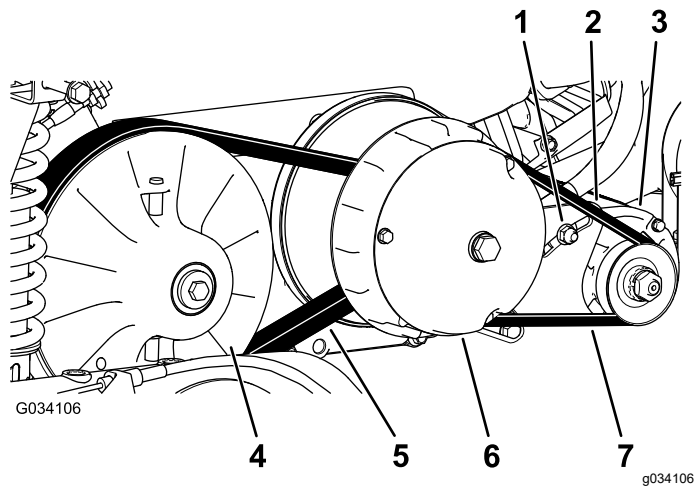

Figura 67
6. Rode e verifique se a correia (Figura 67) apresenta sinais de desgaste ou se está danificada.
3. Rode e coloque a correia sobre a embraiagem secundária (Figura 67).
4. Retire a correia da embraiagem primária (Figura 67).
5. Alinhe a nova correia sobre a embraiagem primária (Figura 67).
6. Rode e coloque a correia sobre a embraiagem secundária (Figura 67).
2. Desaperte a porca de articulação do gerador do motor de arranque (Figura 67).
4. Pressione o pé de cabra para rodar o motor de arranque na ranhura até a tensão da correia permitir apenas 6,4 mm de deflexão da correia com 44 N·m de força (Figura 67).
5. Aperte a porca de articulação à mão e retire o pé de cabra (Figura 67).